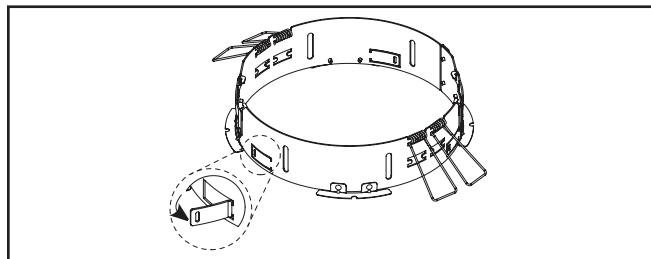

Figura 32.
6. Para evitar que el anillo se mueva en la abertura del alojamiento o techo, utilice un destornillador de cabeza plana para levantar las 4 lengüetas centrales en la unidad del anillo adaptador (Figura 32).